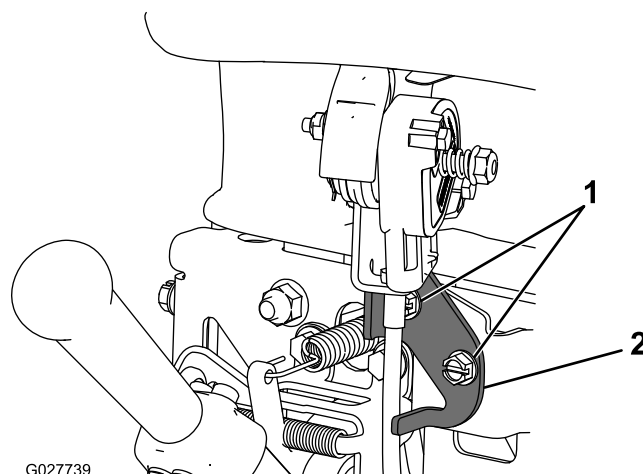

Bild 25
2. Lösen Sie die zwei Schrauben, mit denen die Gasbedienung befestigt ist (Bild 25).